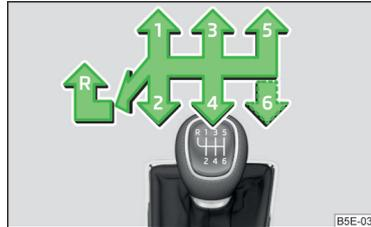

Abb. 148
Auf dem Schalthebel ist das Schaltschema für die einzelnen Gangstellungen dargestellt » **Abb. 148**.
- Den Schalthebel völlig nach links und dann nach vorn in **R**-Stellung stellen » **Abb. 148**.